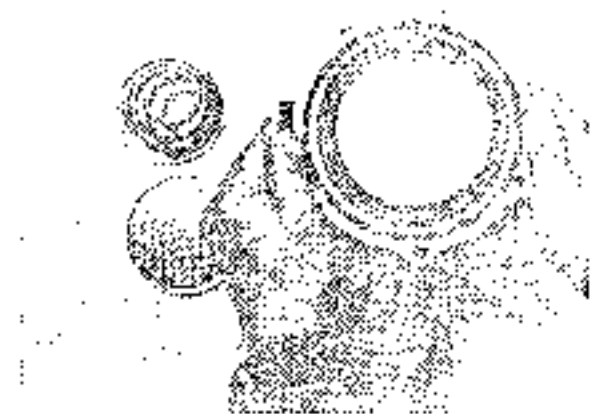

Fig. 5
2. Take out set spring (4) and filter plate (5), and then, take out case (6), case guide (7), oil filler ass'y (8) and gasket ring (9) in this sequence. (Fig. 5)
2. セットスプリング(4)とフィルクプレート(5)を取り外し、更にケース(6)、ケースガイド(7)、オイルフィルタAss'y(8)、ガスケットリング(9)と順次抜き取っていく。(Fig. 5)